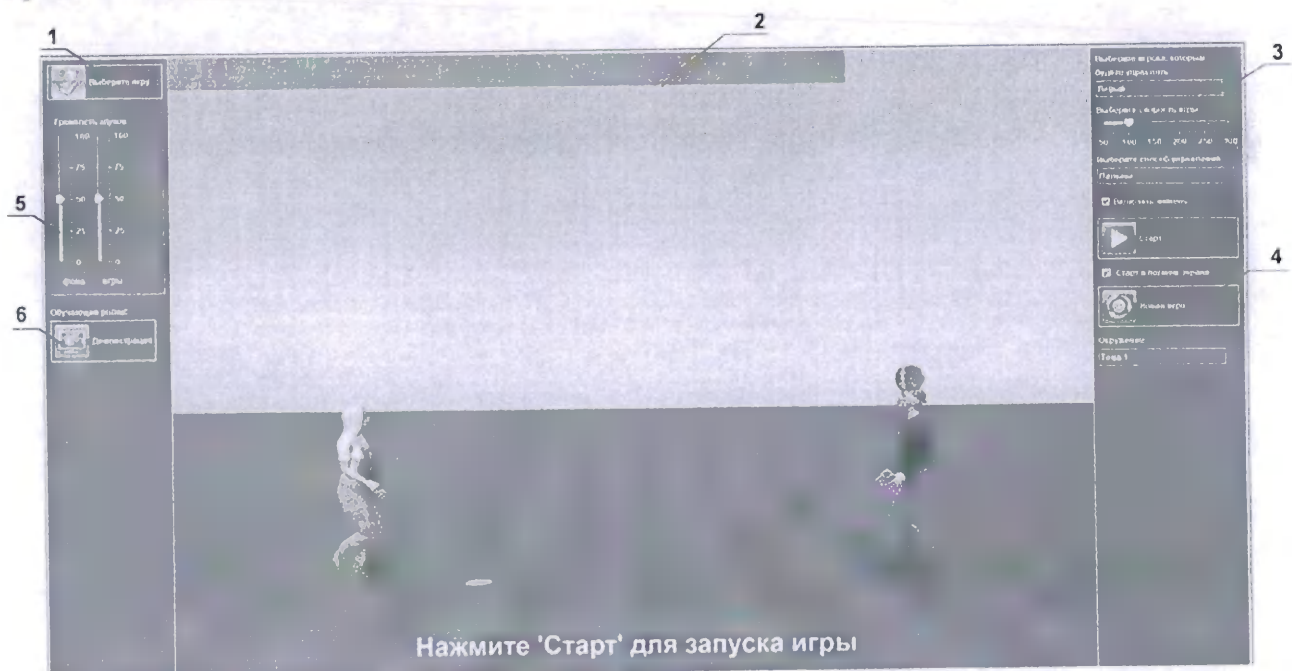

Рисунок 25 – Окно «Лечение»
9.3.6.7 Перед началом лечения необходимо выбрать одно из десяти возможных упражнений рисунок 25 поз. 1, пять из которых для тренировки движений в суставах: